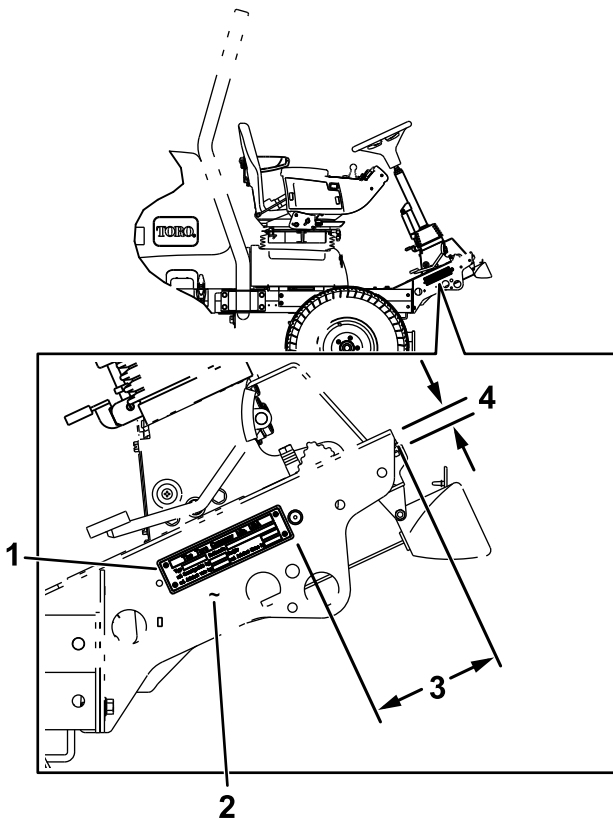

Bild 25
4. Halten Sie die Seriennummernplatte an der rechten Seite der Maschine 6 mm über der unteren Kante (Bild 25). Verwenden Sie die Seriennummernplatte als Schablone und bohren Sie vier 3 mm große Löcher.
6. Stempeln Sie die Seriennummer in der Nähe der Seriennummernplatte auf den Rahmen (Bild 25).